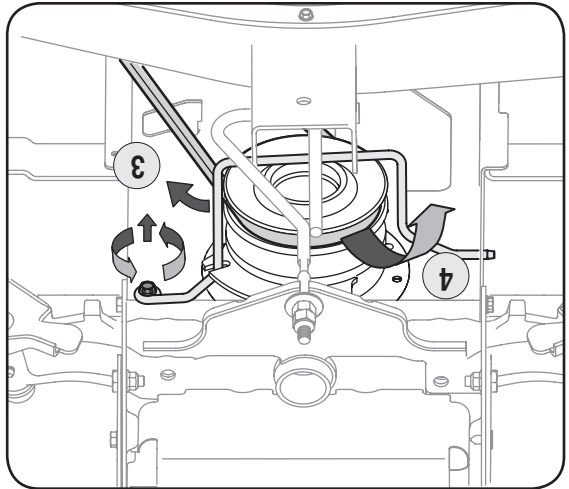

Figure 6-4
3. Retirez la tige de garde de la courroie d'autour de la poulie motrice en dévissant la vis taraudée. Voir la Figure 6-4.